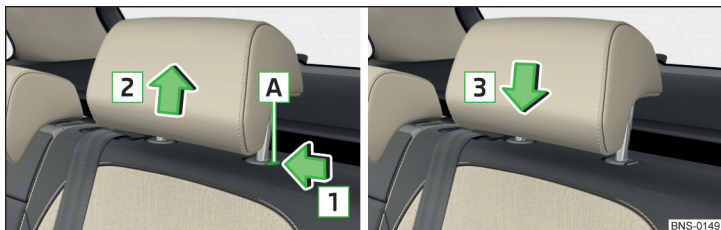

Fig. 99 Retirer/Insérer les appuie-têtes de la deuxième rangée de sièges
- Appuyez sur la touche de sécurité **A** dans le sens de la flèche **1** et retirez les appuie-têtes dans le sens de la flèche **2** » fig. 99.